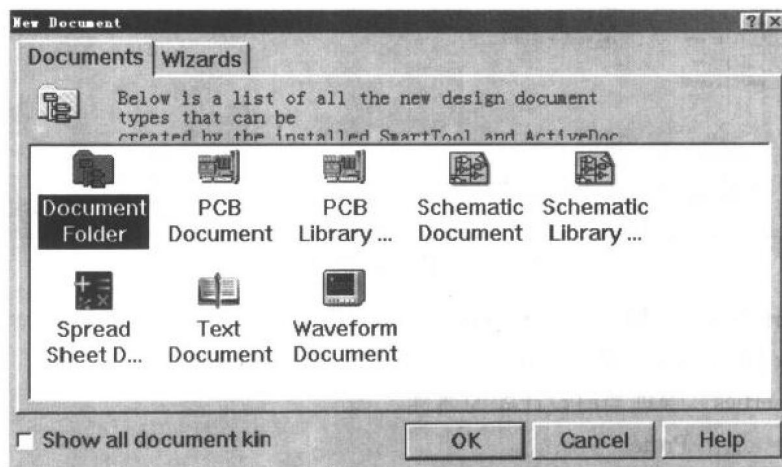

图 2-5 “新文件”对话框
(1) **New** 新建一个空白文件，文件的类型可以是原理图 Sch 文件、印制电路板 PCB 文件、原理图元件库编辑文件 Schlib、印制电路元件库编辑文件 PCBlib、文本文件以及其他的文件等。选取此菜单项，将会显示“新文件”对话框，如图 2-5 所示，用户可以选择所需建立的文件类型，然后单击 OK 按钮即可。